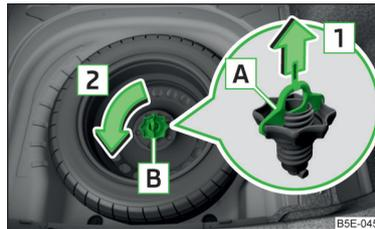

Abb. 303
Das Rad befindet sich in einer Mulde unter dem Bodenbelag im Gepäckraum und ist mit einer Sicherungsschraube [B] befestigt » Abb. 303.
- › Die Sicherung [A] in Pfeilrichtung [1] herausziehen » Abb. 303.
» Abb. 303.